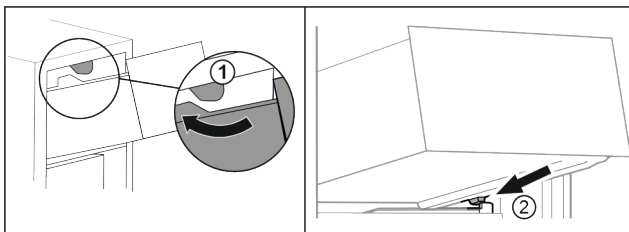

Fig. 27
- Schubfach um die oberen Stopper herumführen. Fig. 27 (1)
- Schubfach schräg hinter den unteren Stoppern auf Behälterrippe aufsetzen. Fig. 27 (2)